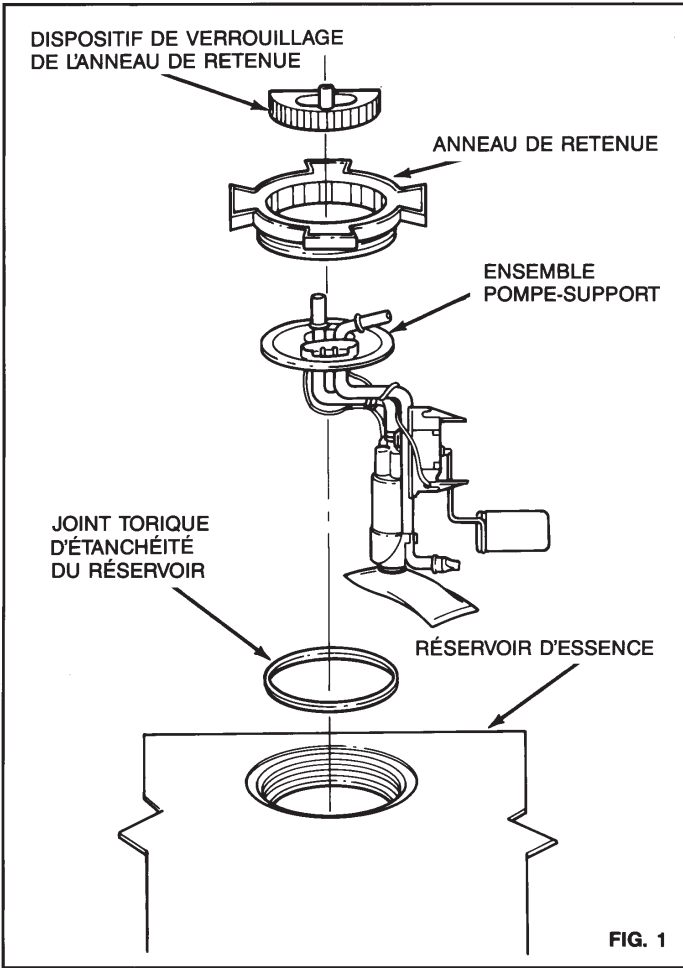

FIG. 1
B) Le support de pompe est maintenu en place par un anneau de retenue à filetage externe, lui-même maintenu en place par un dispositif de verrouillage en caoutchouc (figure 1). Pour pouvoir enlever l'anneau de retenue, il faut d'abord retirer le dispositif de verrouillage.